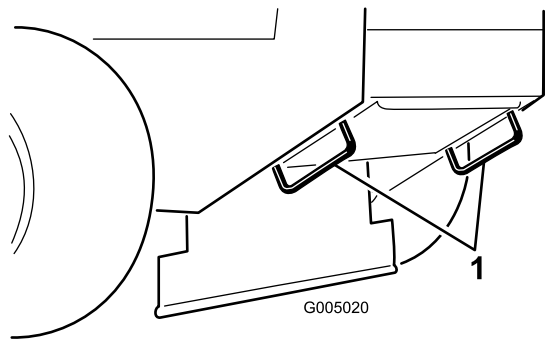

Figure 12
5. Servez-vous des points d'attache en métal de la machine pour arrimer solidement la machine sur la remorque ou le véhicule de transport au moyen de sangles, chaînes, câbles ou cordes (Figure 12).